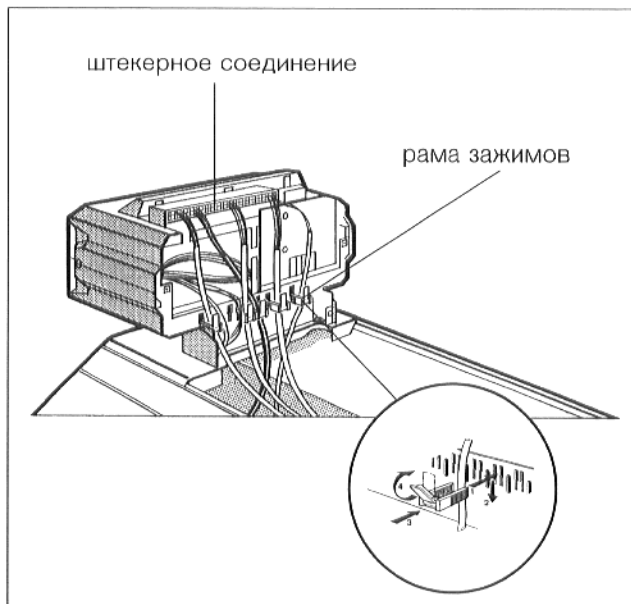

Рис. 20
- Проложить провод горелки назад, под передним кожухом котла, и соединить штекерные соединения в регуляторе, соответственно маркировке (рис. 20).
- Подключить электропроводку к штекерным соединениям, соответственно схеме соединений (рис. 20).
- Все провода следует закрепить зажимами (входить в комплект поставки регулятора): вставить зажимы для крепления кабеля с вложенным проводом в раму зажимов и закрепить, повернув рычажок (рис. 20).